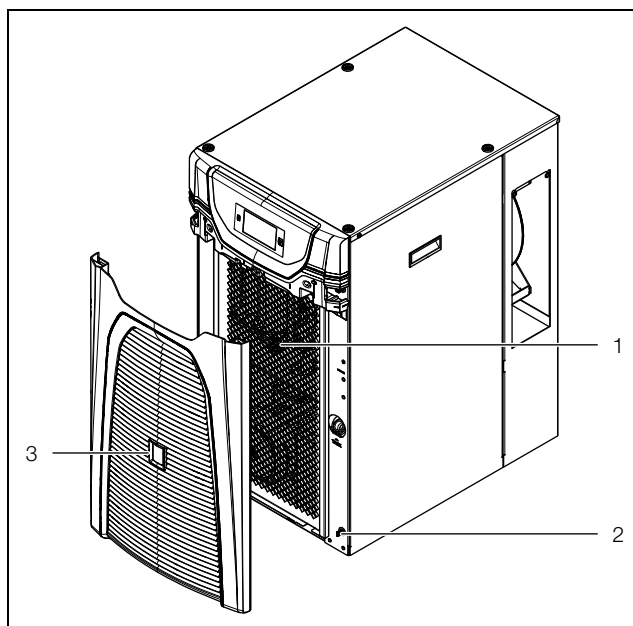

Fig. 34 : retrait de la grille à lamelles 3319100, 3320200 et 3334300
- Retirer la grille à lamelles à l'avant du refroidisseur d'eau (fig. 34, pos. 3) des agrafes de maintien (fig. 34, pos. 2) et la poser en un lieu sûr.